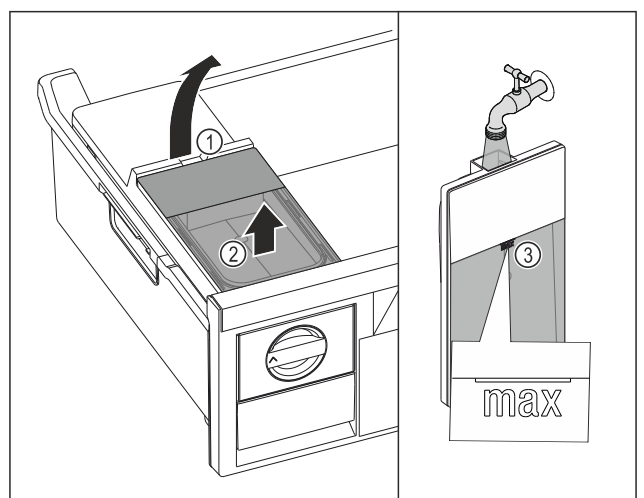

Fig. 260
- ▶ Wassertank an der Aussparung Fig. 260 (1) anheben.
- ▶ Wassertank nach oben entnehmen. Fig. 260 (2)
- ▶ Wassertank bis zur Markierung Fig. 260 (3) mit Trinkwasser befüllen.